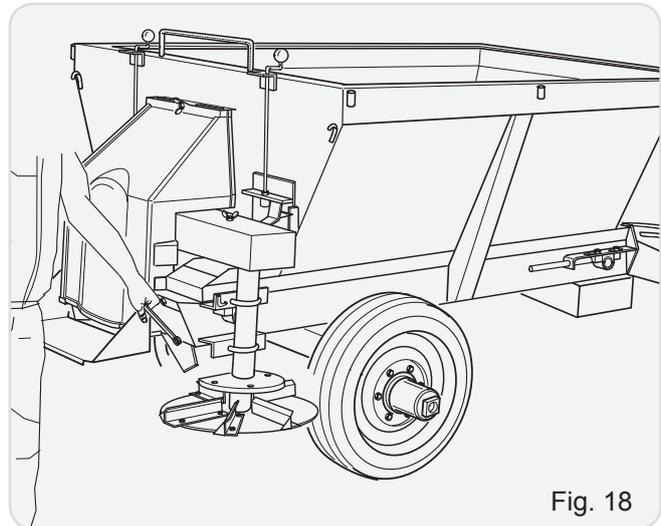
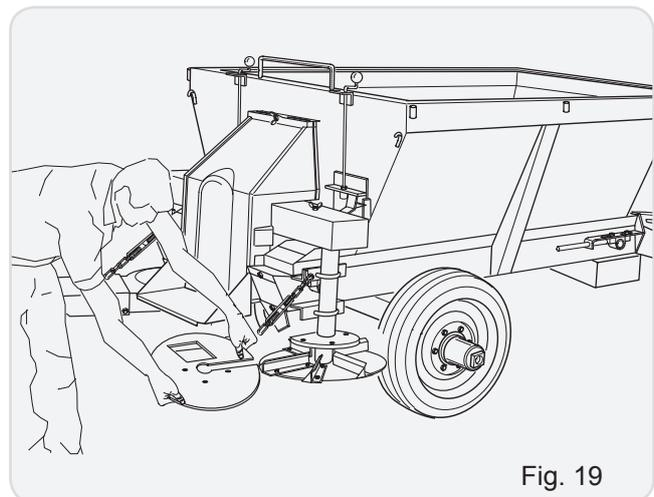

Fig. 18
Fig. 19
Uma preparação preliminar do equipamento, seria retirar o bocal para adubo (bocal amarelo) e montar no lugar os bocais brancos. (fig.18). Em seguida retira-se o suporte chapéu (fig 19)
- Retire os 4 parafusos, faça conforme a fig. 19.